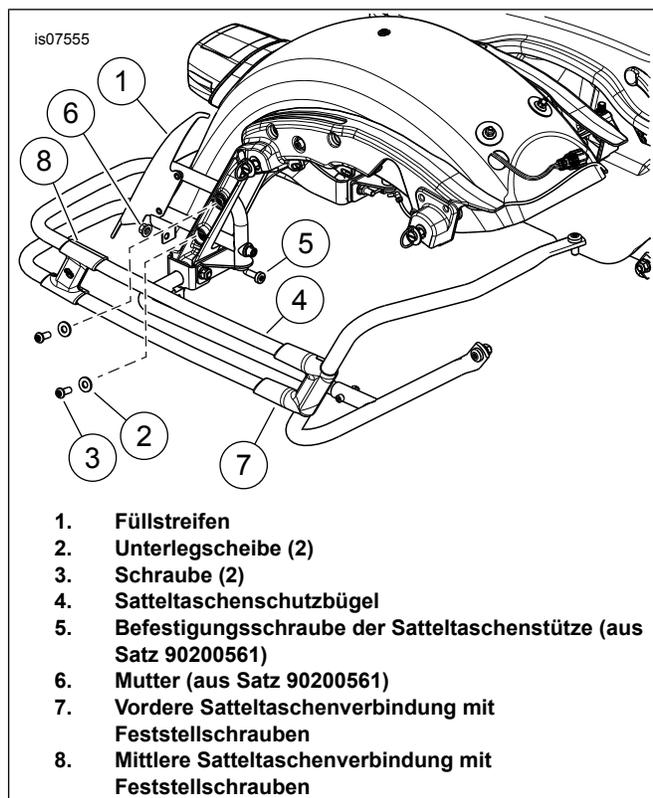

Abbildung 2. Einbau des geschlitzten Füllstreifens
2. Siehe Abbildung 2. Die untere Befestigungsschraube der Satteltaschenstütze (5) und die zugehörige Mutter (6) entfernen. Befestigungsteile entsorgen.
3. Die vordere (7) und mittlere Verbindung (8) von den Schutzbügeln entfernen. Darauf achten, dass die Bügel möglichst parallel zueinander verlaufen.
7. Den Füllstreifen mit Schrauben (3) und Unterlegscheiben (2) befestigen. Die Schrauben von Hand anziehen.
8. Die Einbauanleitung für den Satteltaschenschutzbügelsatz beachten. Alle verbleibenden Einbauanweisungen für den Satteltaschenschutzbügelsatz beachten, u. a. auch für den Gebrauch der im Satz enthaltenen Befestigungsteile zum Ersatz der Schraube (5) und der Mutter (6). Die Füllstreifen-Befestigungsteile nicht anziehen.